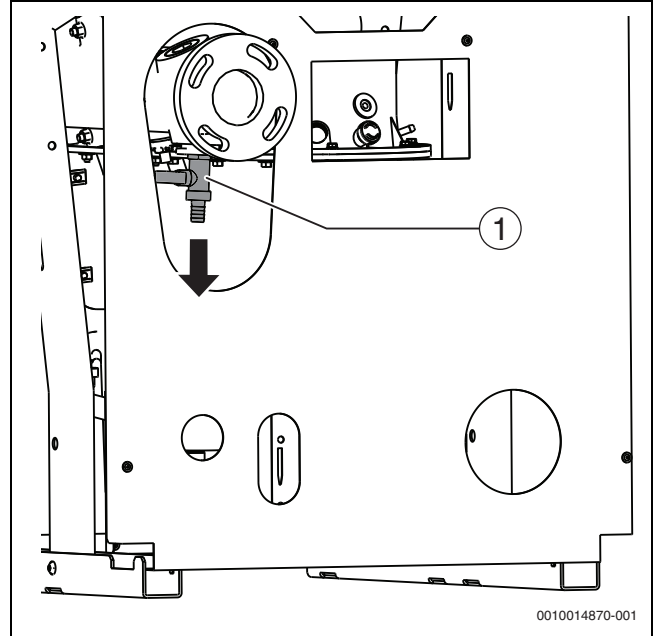

Bild 16 Demontage Entleerhahn (Dargestellt: Kessel mit Flanschanschluss, Ausführung rechts)
- Montierten Entleerhahn am Rücklauf entfernen (→ Bild 16)